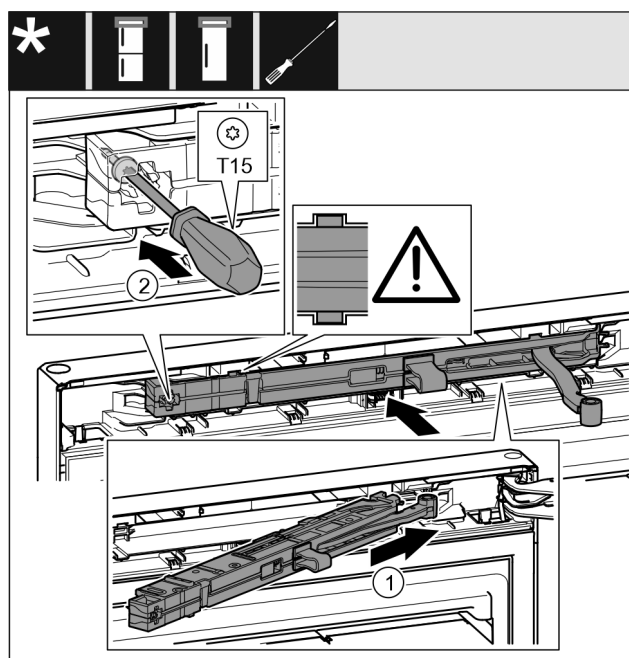

Fig. 51
- ▶ Tolja be ferden, ütközésig a záráscsillapító egységet Fig. 51 (1) a mélyedésbe a csapágybak felőli oldalon.
- ▶ Húzza meg a csavart Fig. 51 (2) csavarhúzóval.